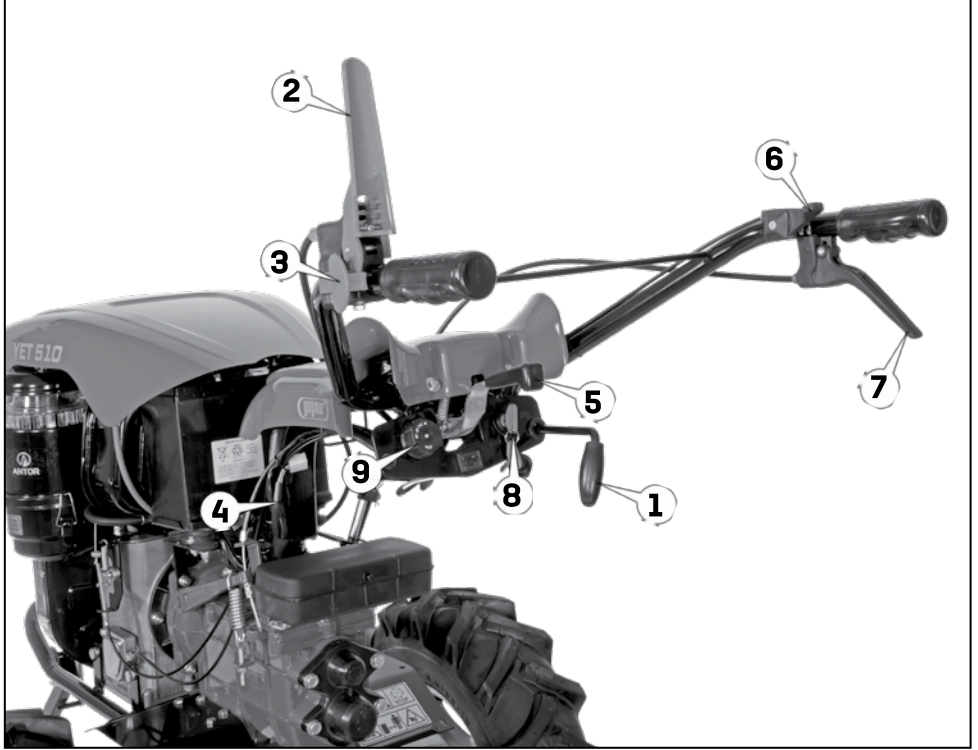

Fig.1 - Motorlu çapa makinası kumanda kolları
1) Vites kolu (Fig.1)
a) Gazı (7) en yüksek pozisyona (Fig.1) getirerek motoru boşa alın.
b) Debriyajı, kolu (3) tamamen çekerek boş duruma getirin.(Fig.1)
d) Motora gaz vermek için gaz kolunu (7) aşağı indirirken, debriyaj kolunu (3) kademeli olarak bırakın.
2) Yönlendirme oku (Fig.1)
3) Debriyaj kolu (Fig.1).
4) Motor durdurma stop kolu (Fig. 1).
7) Gaz kolu (Fig. 1)
8) Geri vites emniyet kolu (Fig. 1)